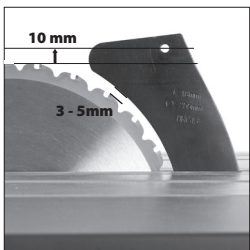

Fig. 16
- Ajustez le coupeau fendeur afin qu'il se trouve à 3-5 mm de la lame de la scie. Le trou de fixation du carter de lame sur le coupeau fendeur doit se trouver au moins 10 mm plus haut que le haut de la dent de scie. (**Fig. 16**).